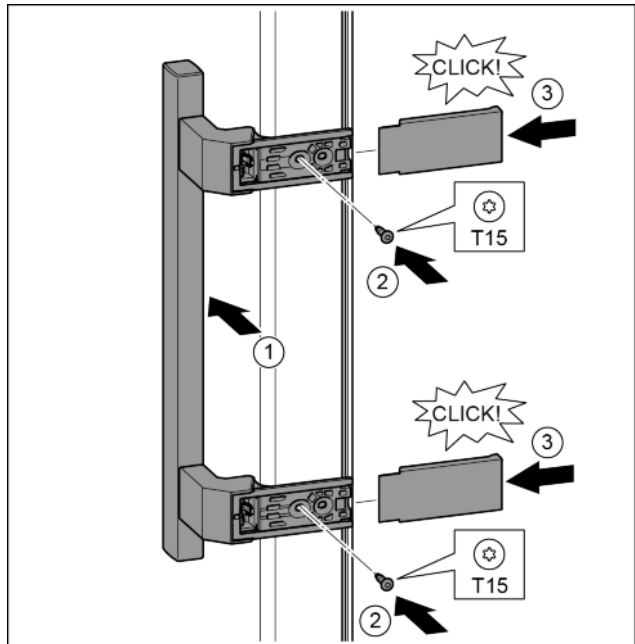

Fig. 21
- ▶ Poser la poignée sur le côté opposé. Fig. 21 (1)
- ▶ Serrer les vis avec le tournevis T15. Fig. 21 (2)
- ▶ Mettre en place les caches latéralement et pousser dessus. Fig. 21 (3)